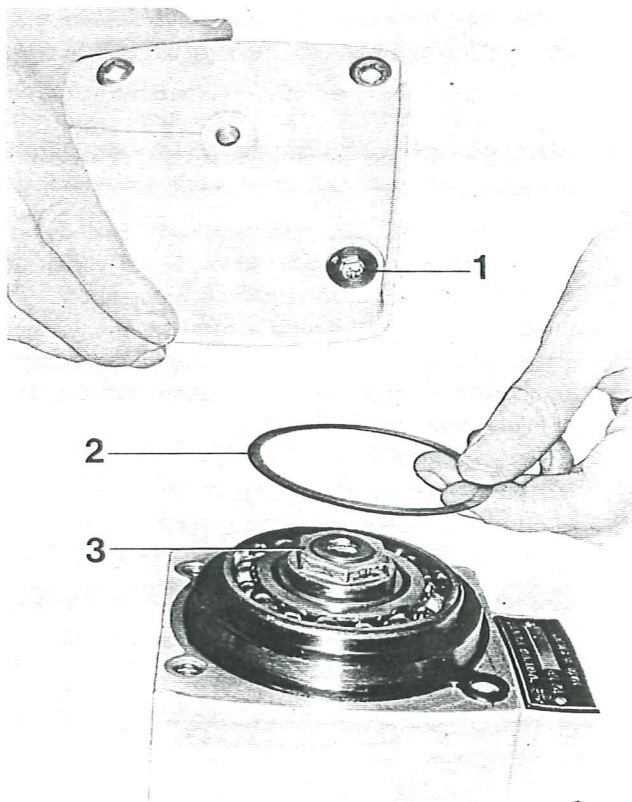

Fig. 5
3. Skruva ur insexskruvarna för klämringen (36) och drag ur knuten med dubbellagerboxen. Obs! Shimsen.
4. Lossa de fyra skruvarna på växelhuslocket (4) och lyft bort detsamma. Obs! Den främre högra skruven är en hålskruv med O-ringstättning 1, fig. 5. Tag vara på shimsen 2.
5. Lossa muttern 3, fig 5 (52, fig. 57) överst på vertikal-axeln. Obs! Vänstergängad. Använd verktyg 884264 som mothåll på splinesen när muttern lossas. Lyft ur